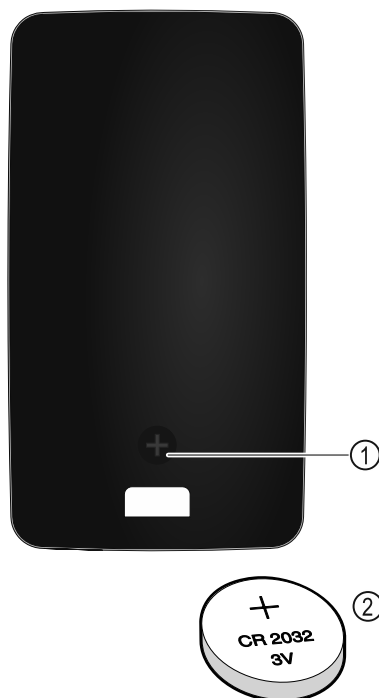

Fig. 216
Il telecomando è alimentato da una batteria CR 2032 da 3V Fig. 216 (2), disponibile presso i rivenditori specializzati.
- ▶ Svitare la vite Fig. 216 (1) sul retro del telecomando.